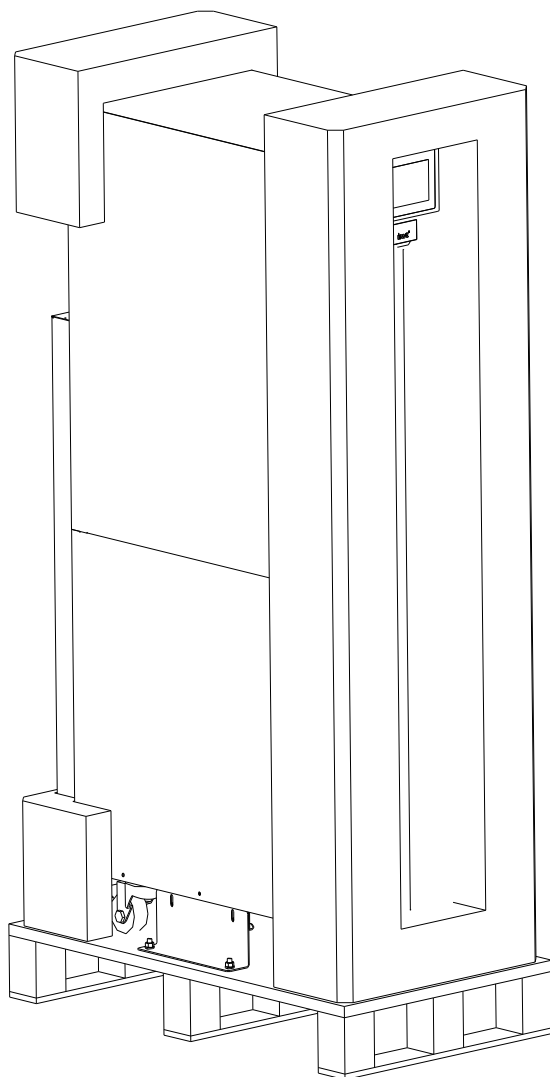

Рисунок.3-5
2. Распаковка ИБП (Смотри Рисунок.3-5).